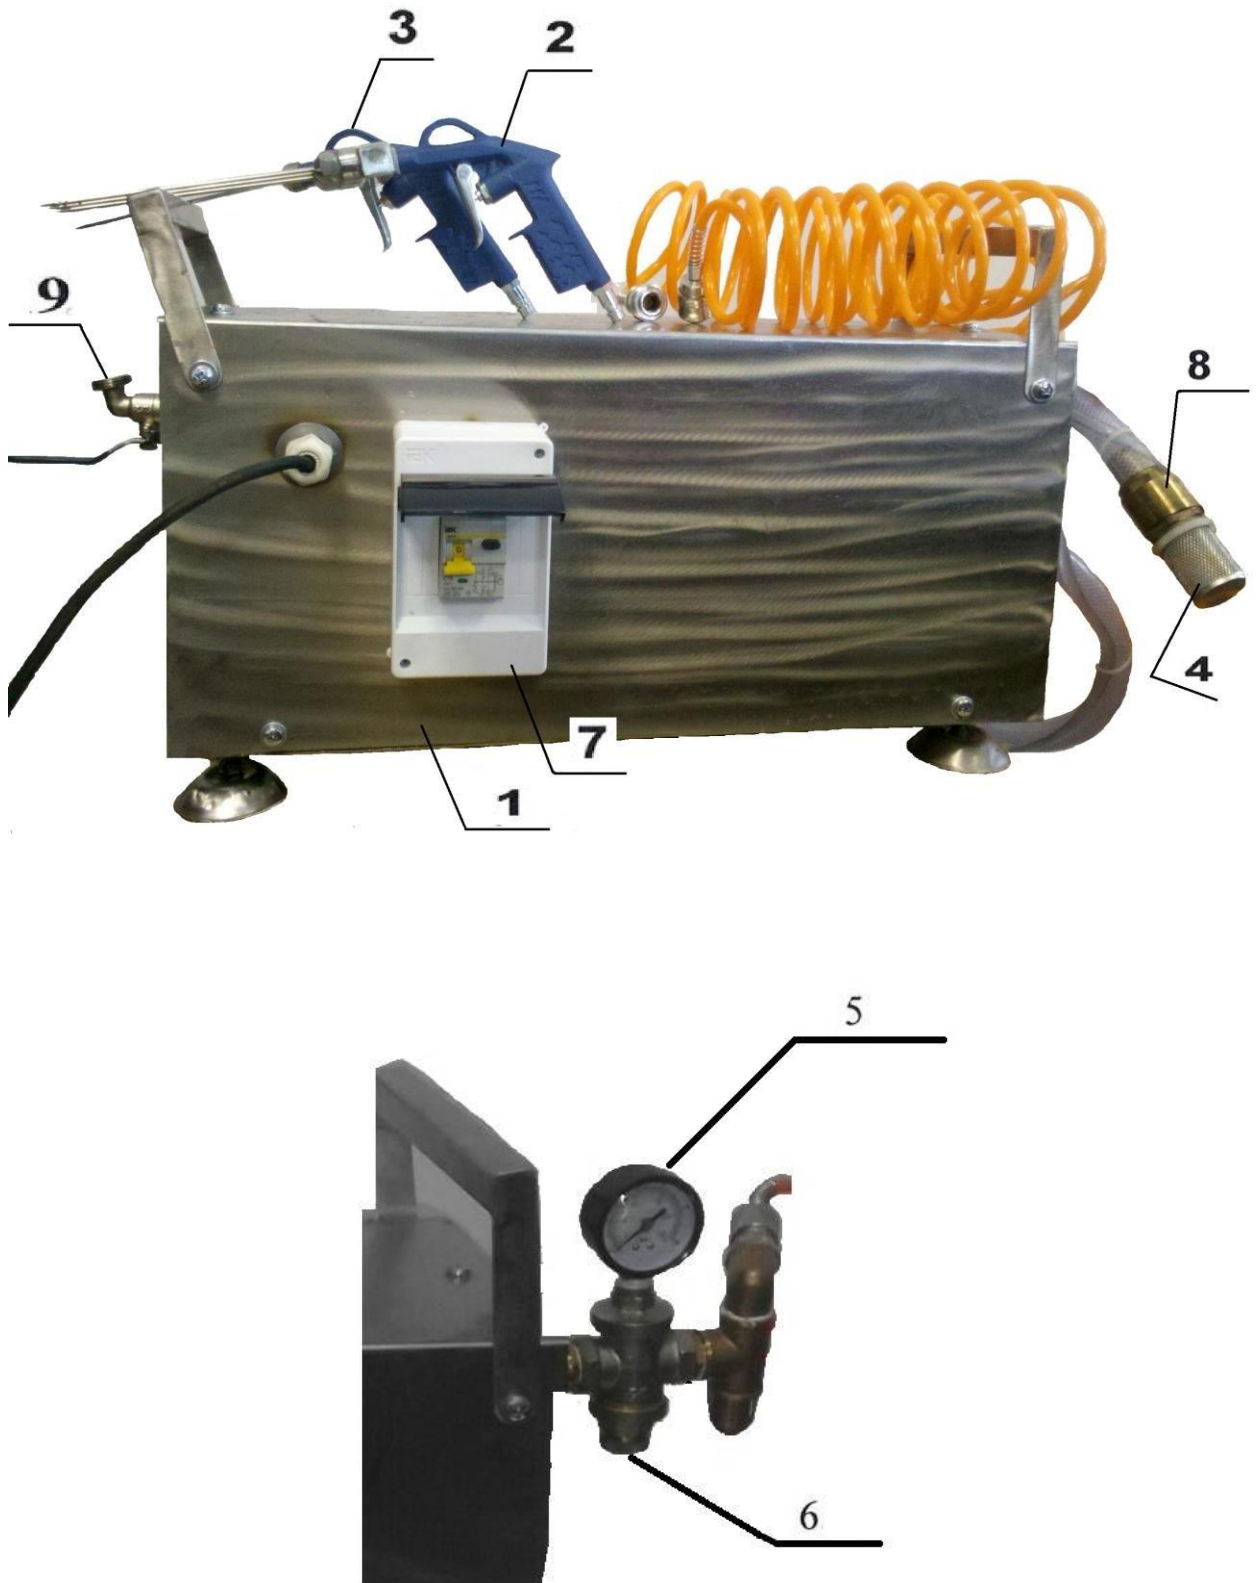

Рисунок 1 Устройство иньектора
4.1. Устройство иньектора приведено на рис. 1